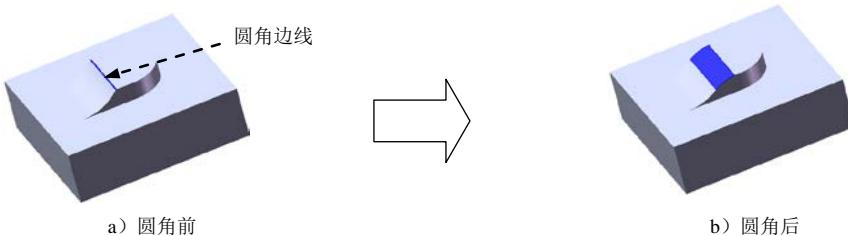

图 4.8 圆角 2
Step5. 创建图 4.8 所示的圆角 2。选择下拉菜单 **插入(I)** \rightarrow **特征(E)** \rightarrow